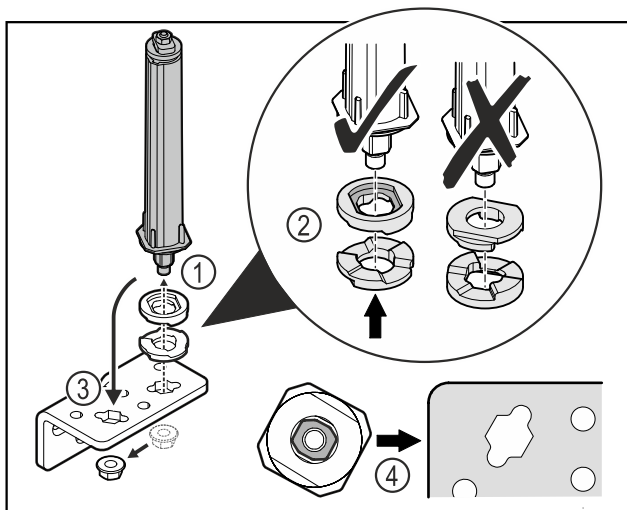

Fig. 37
- Odkręcić nakrętkę i wyjąć system blokujący drzwi Fig. 37 (1).
- Zwracać uwagę na prawidłowe ustawienie podkładek do regulacji wysokości Fig. 37 (2).
- Przełożyć system blokujący drzwi w zawiasie i zamocować nakrętką Fig. 37 (3).
- Przy wkładaniu zwracać uwagę na prawidłowe ustawienie systemu blokującego drzwi Fig. 37 (4).